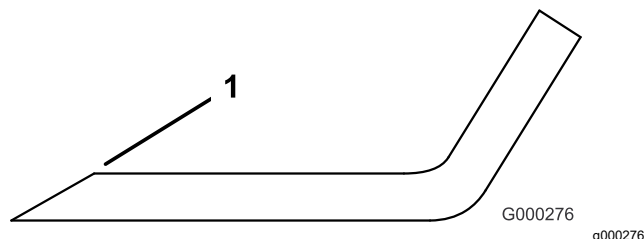

Figura 95
3. Inspeccione los filos de corte de todas las cuchillas, y afílelos si están romos o tienen mellas (Figura 95).
Nota: Afile únicamente la parte superior del filo y mantenga el ángulo de corte original para asegurar un filo correcto (Figura 95). La cuchilla permanece equilibrada si se retira la misma cantidad de material de ambos filos de corte.